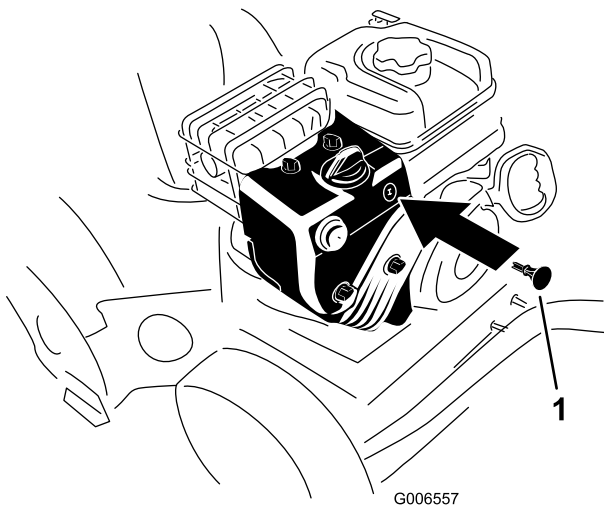

Figure 25
3. Insérez la clé de contact dans le commutateur d'allumage (Figure 25).